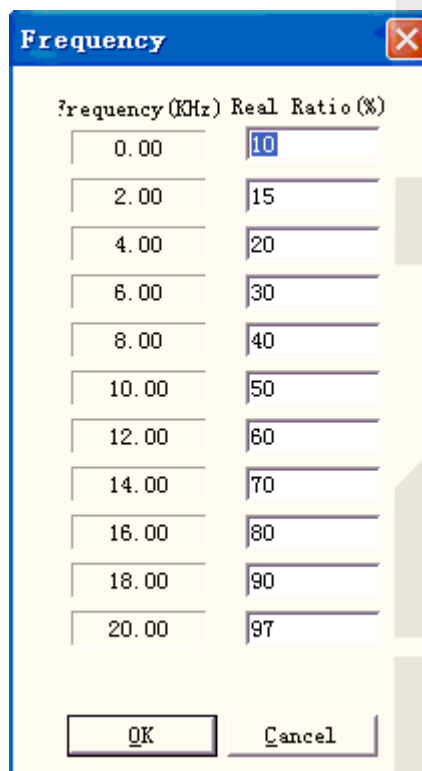

Рис. 10-27. Окно диалога «Карта частоты».
**Frequency Mapping (отображение частоты):** функция введения поправок к значению частоты, используемая для установки соответствующей частоты в процентах, как показано на Рис. 10-27.